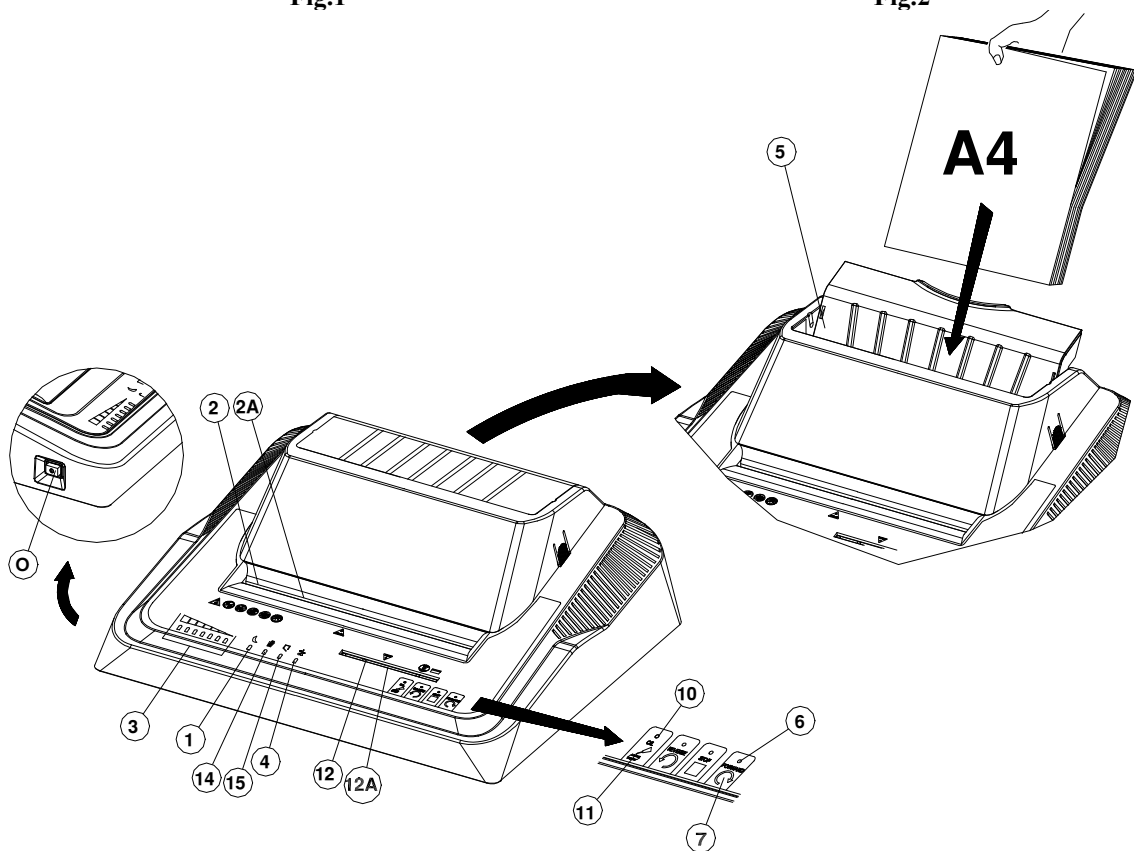
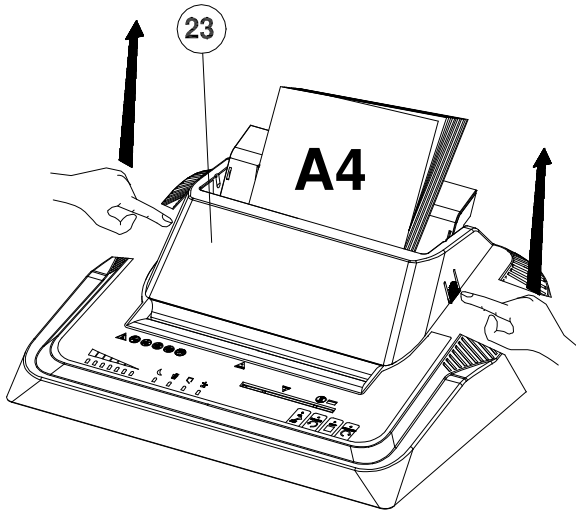
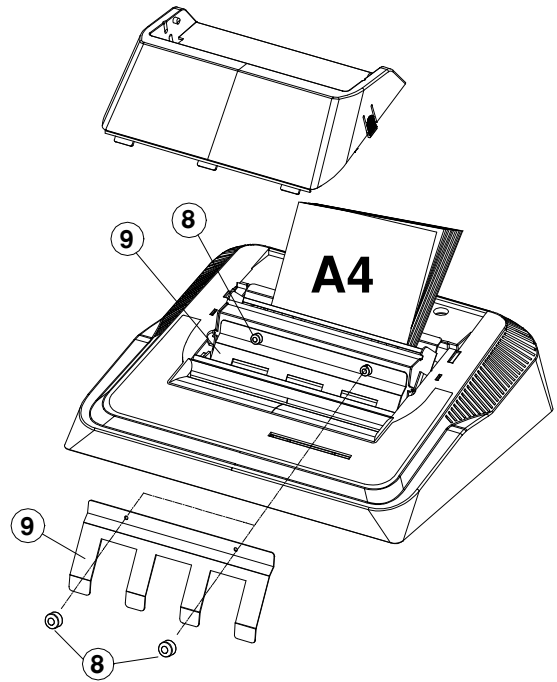

Fig.3
Fig.4
Fig.5
ЭКСПЛУАТАЦИЯ (Рис.3)
ЭКСПЛУАТАЦИЯ СИСТЕМЫ АВТОМАТИЧЕСКОЙ ПОДАЧИ БУМАГИ Рис. 3, Рис. 4, Рис. 5
Shreddеры серии KOBRA 310 TS AF оснащены запатентованной системой автоматической подачи, которая может справиться за 1 раз с стопой бумаги состоящей приблизительно из 170 (70 г/м²) листов бумаги формата А4. Вставьте стопку листов в приёмный слот (5) автофидера и задвиньте их до упора, как показано на Рис. 3, загорится индикатор (6). Теперь нажмите кнопку (7) FORWARD, и машина автоматически начинает измельчение бумаги. После окончания процесса она автоматически остановится.
- Удалите защитный экран (23) из автофидера, нажимая 2 кнопки на её боковинах как показано на рис. 4 и потяните её вверх.
- Удалите эти две кнопки (8) как показано на рис. 5 и удалите металлическую пластину (9)
МОНТАЖ (РИС. 4)
В течение первых нескольких минут индикатор (10) может мигать (рис. 4), потому что канал подачи масла в режущий блок не успел заполниться. Чтобы ускорить процесс заполнения системы AUTO OILER маслом и отключить предупреждающий индикатор (10), включите режим ручного уничтожения в течение 3-4 мин., не загружая в shredder бумагу. Для этого удерживайте свою руку на кнопке FORWARD. Теперь shredder готов к эксплуатации.
Предупреждающий индикатор (10), рис. 3 загорится, когда в канистре закончится масло.
ВНИМАНИЕ! Индикатор (10) рис.3 может продолжать мигать в течение нескольких минут после смены канистры (20), так как канал подачи масла в режущий блок не успел заполниться.